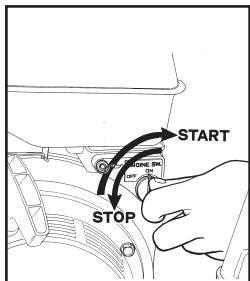

FIG. 7
3) Anbring motorens omkabler i positionen ON (fig. 7).
a) Anbring motorens omkabler i positionen OFF. (fig. 7).